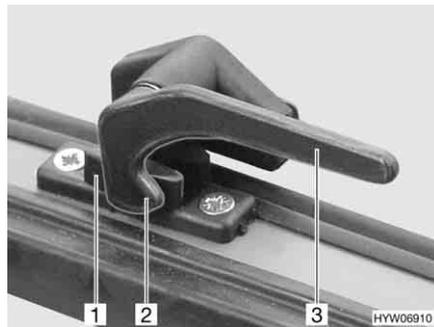

Fig. 66 Palanca de bloqueo en la posición de "cerrado"
- Girar la palanca de bloqueo (Fig. 66,3) un cuarto de vuelta hacia la mitad de la ventana.
- Girar la palanca de bloqueo (Fig. 66,3) un cuarto de vuelta hacia el marco de la ventana. El saliente de bloqueo (Fig. 66,2) se encuentra en la cara interior del bloqueo de la ventana (Fig. 66,1).
- En la posición "cerrada fijamente" (Fig. 66)